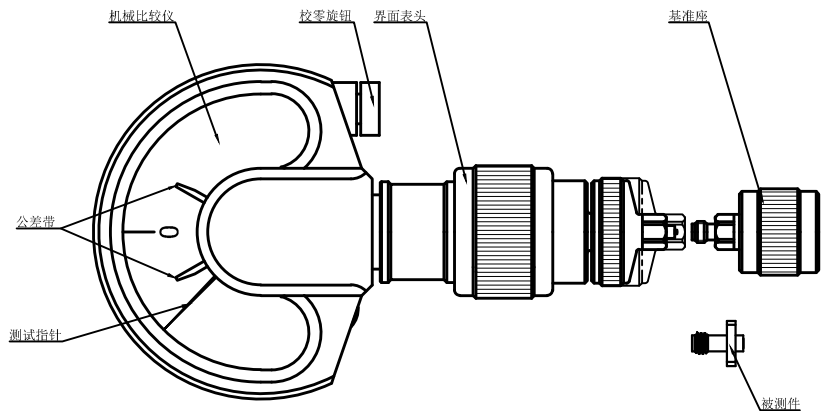

图1
1. 如图1所示, 本界面表由机械比较仪、界面表头和基准座三部分组成, 由于本界面表为精密测量工具, 请在 $23 \pm 0.5^{\circ}\text{C}$ , 湿度10-80%的环境内使用, 使用时请轻拿轻放。